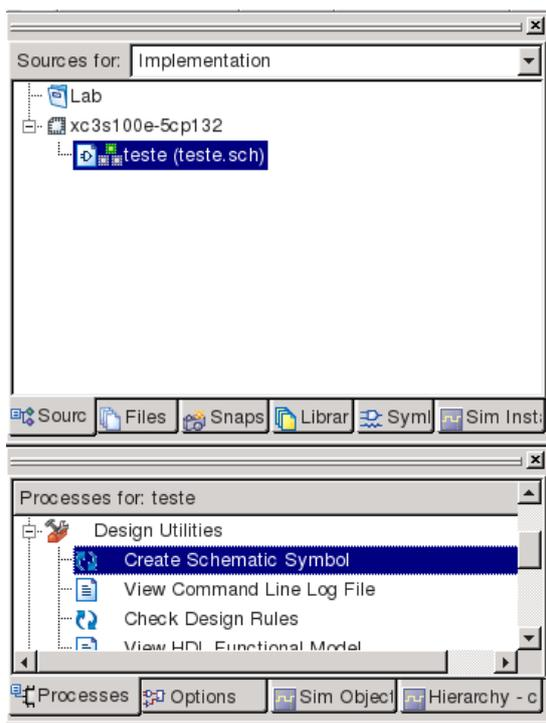

Figura 14 – Criação de um símbolo para o circuito `teste.sch`.
- 1 Tal como indicado na Figura 14, na TAB “Sources”, modo “Implementation”, escolha o circuito `teste.sch`. Seguidamente, na TAB “Processes”, execute o comando “Create Schematic Symbol”.